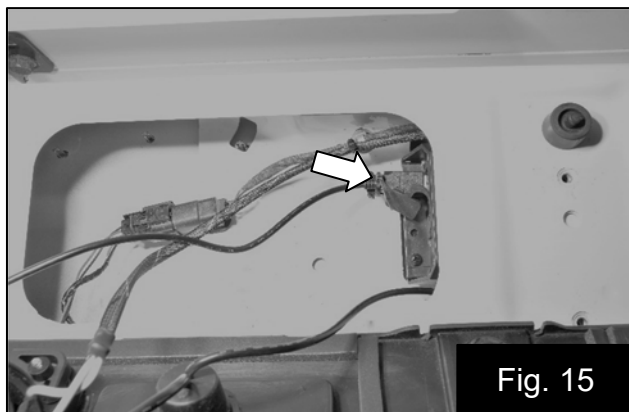

Fig. 15
19. Connectez le câble USB à l'amplificateur et fixez-le à la patte métallique avec le serre-câble fourni. Fig. 15